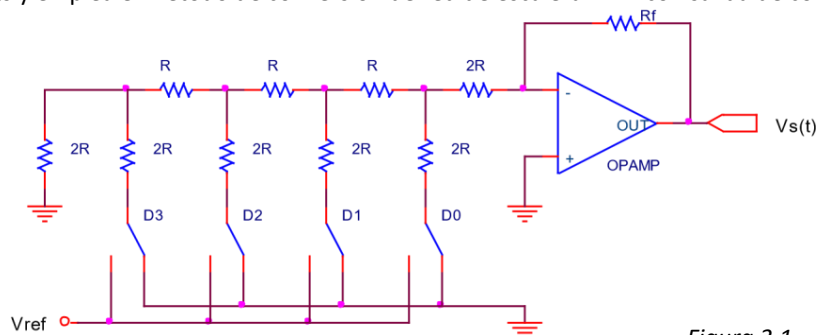

Figura 3.1
1. Explique el método de conversión digital analógico denominado red de escalera R-2R, mostrado en la figura 3.1.